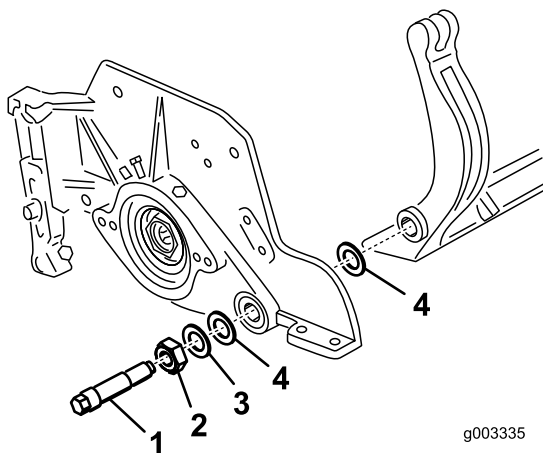

Рисунок 25
Помните о наличии 2 нейлоновых шайб и 1 стальной шайбы с каждой стороны неподвижного ножа (Рисунок 25).
3. С каждой стороны установите нейлоновую шайбу на выступ боковой пластины. На нейлоновые шайбы установите стальные шайбы (Рисунок 25).